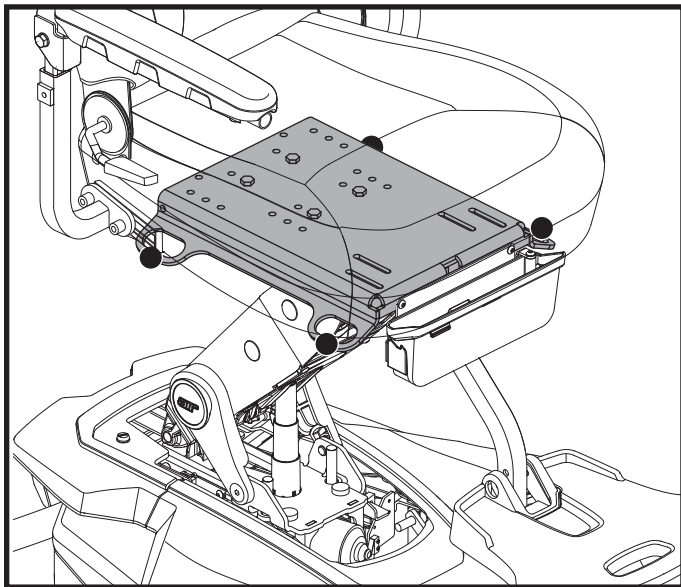
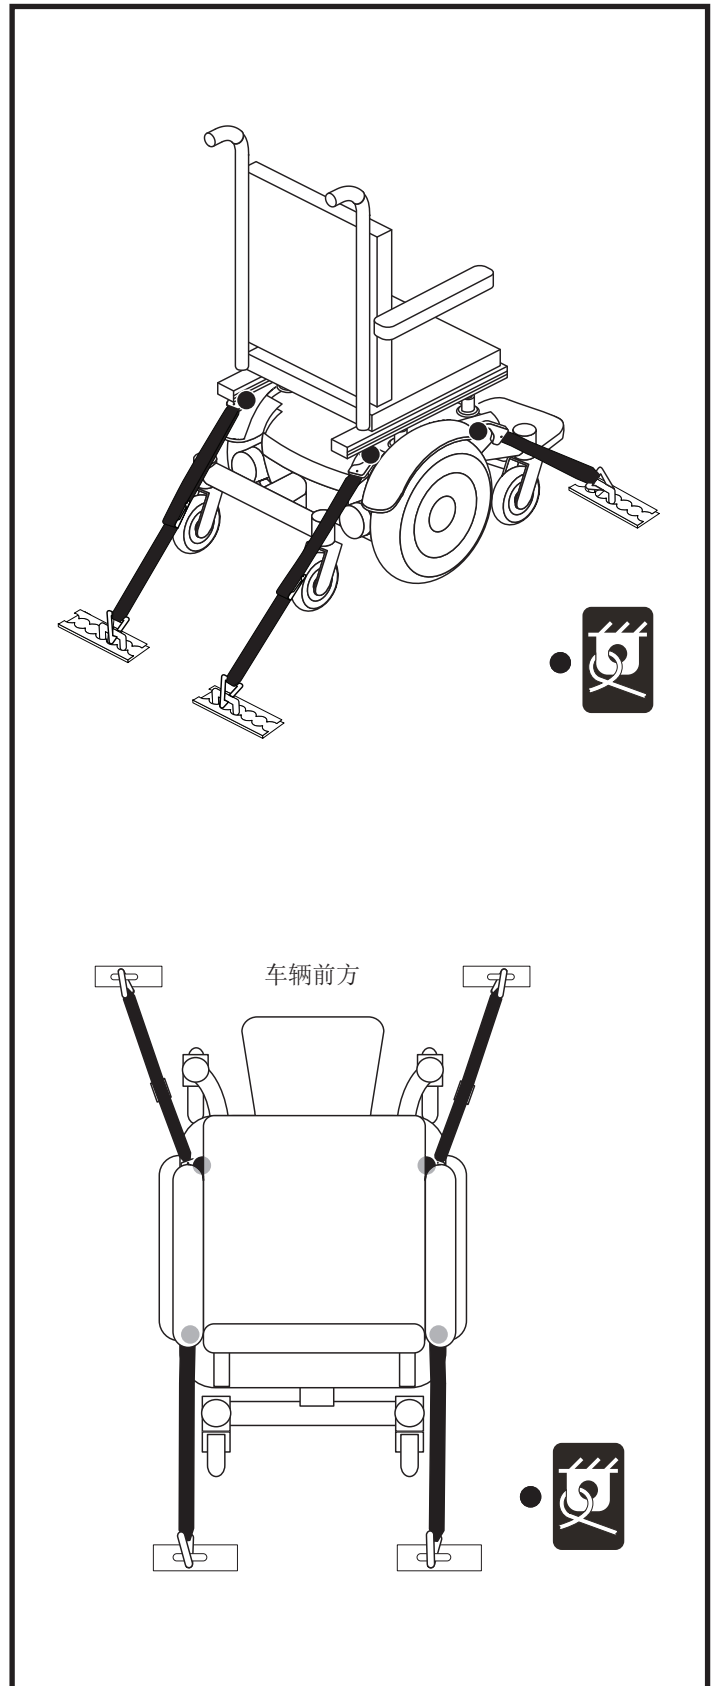

图 6. 运输系统固定支架
图 7. 闲置的运输系统固定支架
- 仅系上电动轮椅上定位点上标示、指定的运输安全点的四个系缚带。见图6 和图7。系紧系缚带，尽量防止松动。
- 将后系缚带的定位点置于电动轮椅后固定点的正后方。前系缚带应固定在间隔比电动轮椅宽的地板固定点上以增强稳定性。见图7。